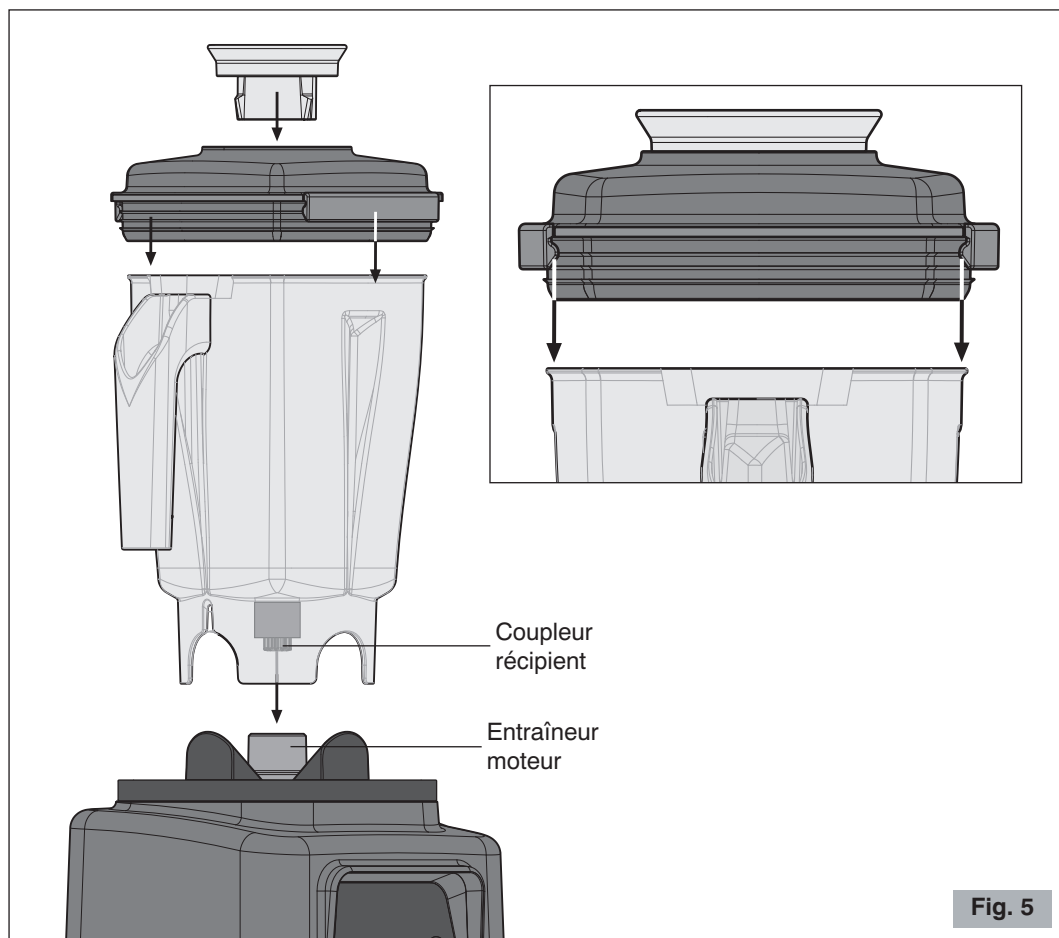

Fig. 5
- 2 Placer le récipient sur le socle en l'emboîtant dans son support comme indiqué dans la figure 5.
- 3 Mettre le couvercle dans le récipient en appuyant sur les crochets de fermeture (voir Fig. 5).